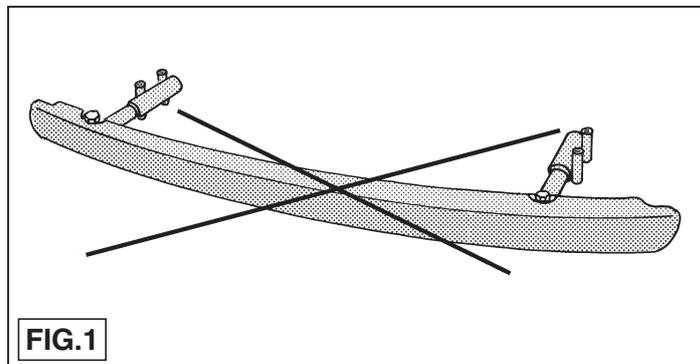
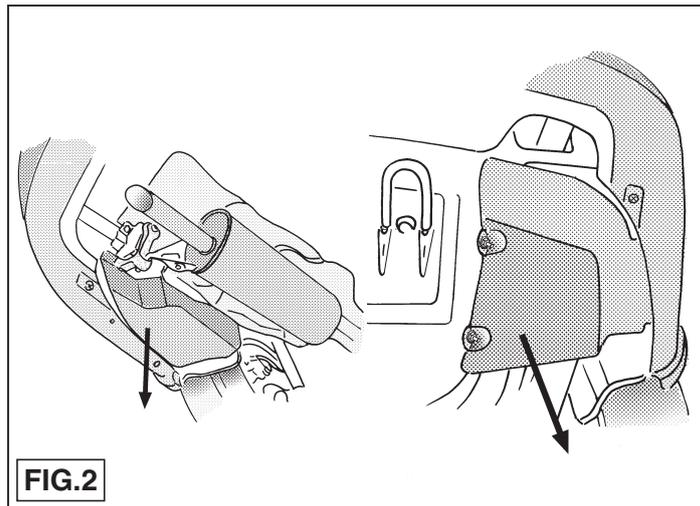

FIG. 1
FIG. 2
1. Dégager le fond du coffre et retirer, le cas échéant, les (4x) boulons de fixation du pare-chocs à gauche et à droite. Sur les modèles construits depuis 2001, il faudra retirer les quatre adhésifs du plancher du coffre situés à l'emplacement des points de fixation. Sur ces modèles berline, il faudra également démonter les feux arrière. Démonter le pare-chocs, y compris le butoir indiqué sur la fig. 1. Le butoir ne sera pas remis en place. Démonter les caches de protection en plastique conformément à la fig. 2. Sur les modèles construits depuis 2001, démonter seulement
1. Frigör bagageutrymmets golv och avlägsna (om befintliga) stötfångarens monteringssskruvar (4x). Vid modeller från 2001 ska de fyra klisterlapparna avlägsnas från bagageutrymmets golv vid monteringspunkterna. Vid modeller Sedan måste även bakljusmodulerna demonteras. Demontera stötfångaren inklusive stötbalken som visas i fig.1. Stötbalken förvaller. Demontera skyddskåporna av plast enligt fig.2. Vid modeller från 2001 ska endast den högra skyddskåpan demonteras.
1. Slå bundmåttan i bagagerummet tilbage og fjern - ifald de er tilstede - montageboltene til kofangeren (4x) i venstre og højre side. På 2001-modeller fjernes de fire klæbemærker på montagestederne i bunden af bagagerummet. Endvidere monteres baglygte-enhederne på modeller Sedan. Demonter kofangeren inklusiv stødfanger som anvist på fig. 1. Stødfangeren anvendes ikke mere. Demonter kunststofdækslerne ifølge fig. 2. På 2001-modeller fjernes kun det højre dæksel.
1. Despejar el suelo del maletero y retirar –si presentes- a la izquierda y derecha los tornillos de fijación del parachoques (4x). En los modelos a partir del 2001 se han de retirar a la altura de los puntos de fijación los cuatro adhesivos del suelo del maletero. Además se han de desmontar en estos modelos berlina las unidades de luces traseras. Desmontar el parachoques inclusive la barra tope indicado en la fig. 1. La barra tope no se vuelve a poner. Desmontar las cubiertas protectoras sintéticas de acuerdo con la fig. 2. En los modelos a partir del 2001 se ha de desmontar únicamente la cubierta protectora a la derecha.
1. Svuotare il bagagliaio e rimuovere, a destra e sinistra, i bulloni di fissaggio del paraurti (4x), se presenti. Per i modelli a partire dal 2001 è necessario rimuovere dal fondo del bagagliaio i quattro adesivi che coprono i punti di fissaggio. Inoltre, per questi modelli Berlina, è necessario smontare i gruppi dei fanali posteriori. Smontare il paraurti e la barra indicata in fig. 1. La barra non dovrà essere rimontata. Smontare i tappi di protezione in plastica, come indicato in fig. 2. Per i modelli a partire dal 2001 è sufficiente smontare il tappo destro.